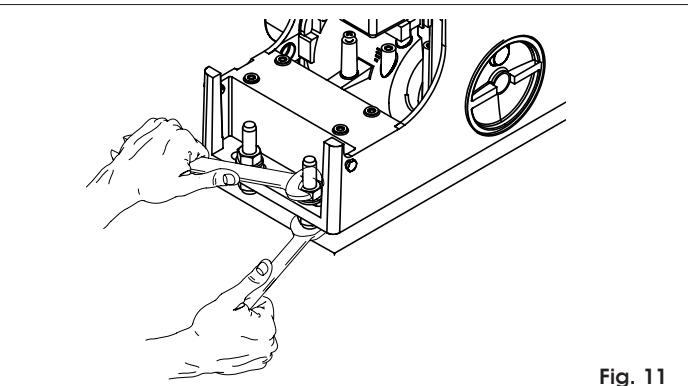

Fig. 11
- 4) Fissare il motoriduttore sulla piastra di fondazione stringendo i dadi come da Fig.11.